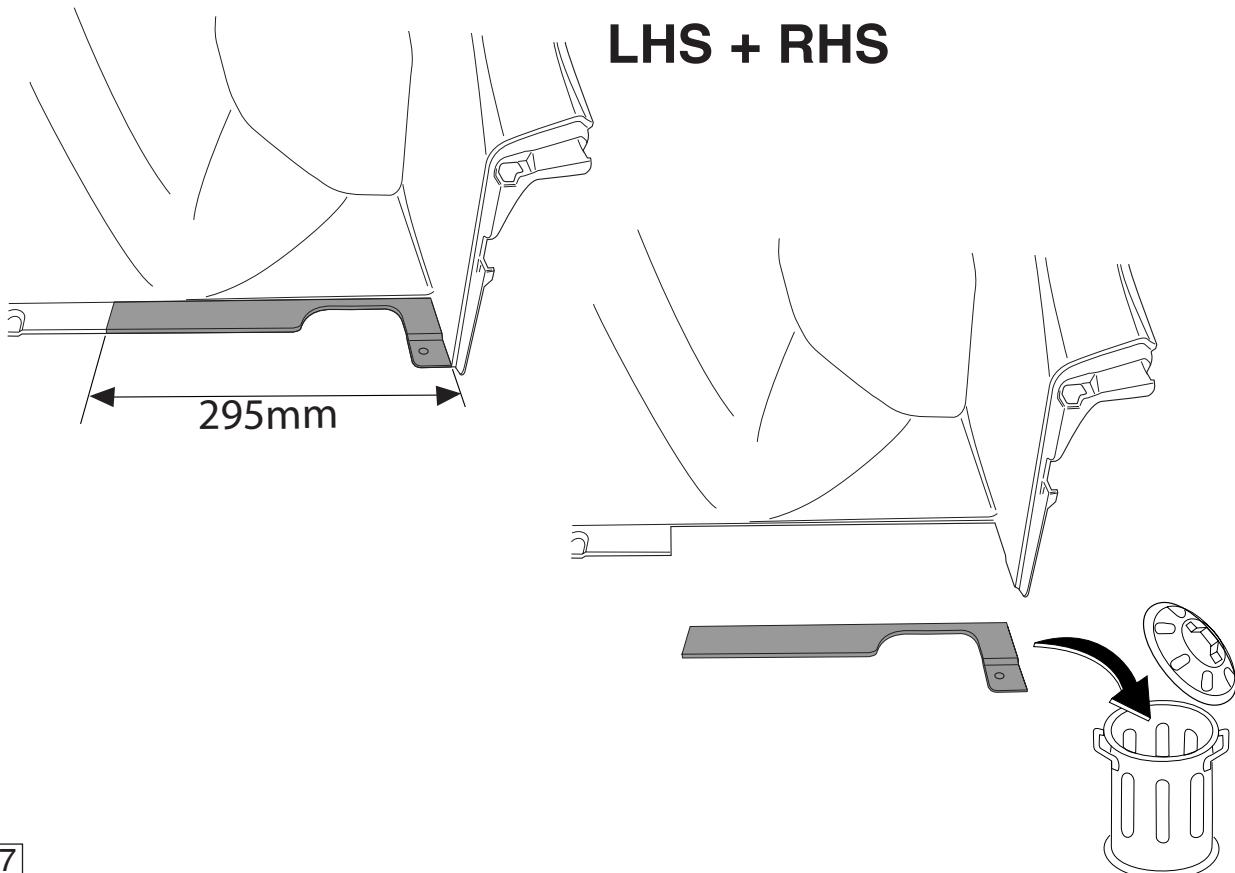

Fig.7
16. Saw a portion out of the side panel as shown in figure 7.
16. Scier une partie de les panneaux latéraux à la figure 7.